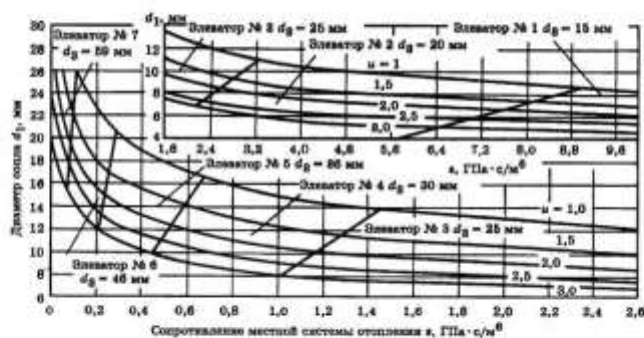

Рисунок 9.5. Номограмма для выбора элеватора
- При установленном флажке **Корректировать номер элеватора**, оптимальный номер элеватора подбирается по следующей номограмме. (Рисунок 9.5. «Номограмма для выбора элеватора»). Подробнее смотрите раздел Раздел 24.4. «Расчёт элеваторного узла и дросселирующих устройств».